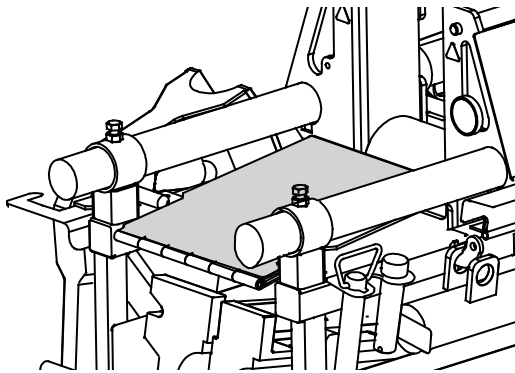

Figure 2
5. Basculer le plateau avant vers le haut jusqu'à ce qu'il repose sur le chariot. (Fig. 2)